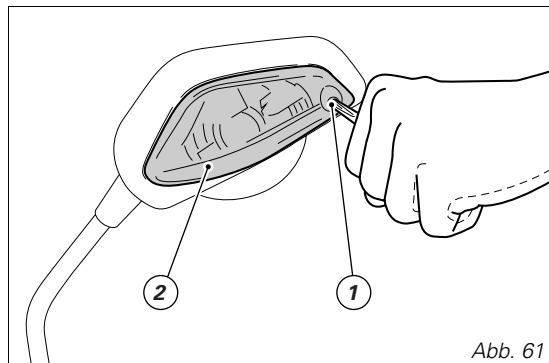

Abb. 61
Die vorderen Blinker sind in den Rückspiegeln integriert. Zum Austausch der Glühbirnen die Schraube (1) lösen und die Linse (2) des Blinkers vom Rückspiegelkörper (Abb. 61) nehmen.